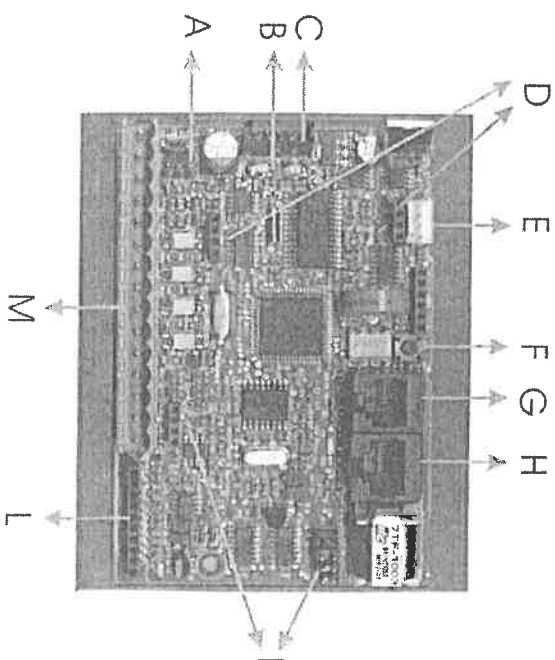

Figura 1
- Collegare il connettore RJ45 (H nella Figura 1), al modulo GSM200 mediante il cavo fornito a corredo.
- Inserire la scheda opzionale negli appositi connettori (1 nella Figura 1).